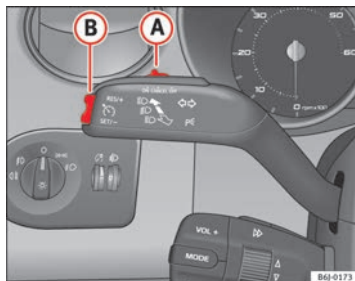

Fig. 111 Palanca de intermitentes y de luz de carretera: mando y tecla basculante para el regulador de velocidad
- Mueva el mando ⇒ fig. 111 (A) hacia la izquierda hasta la posición **ON**.